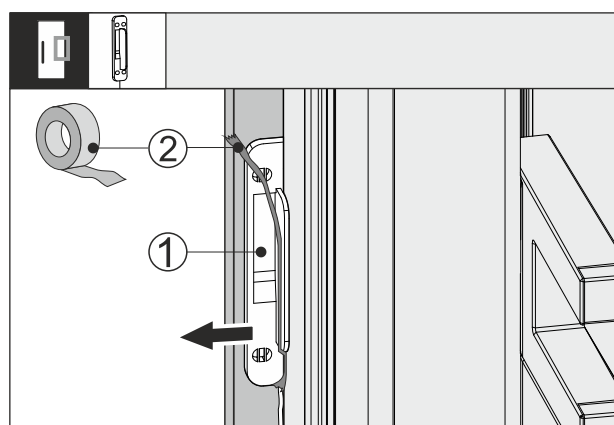

Fig. 63
- Retirer le ruban adhésif Fig. 63 (2) du capteur de frappe Fig. 63 (1).